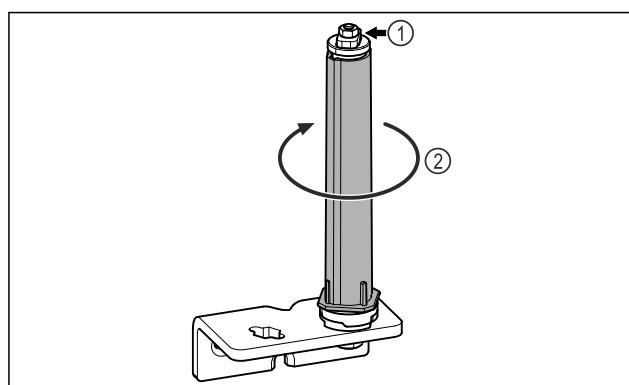

Fig. 22
- Non disassemblare il sistema di chiusura della porta Fig. 22 (1).
- Ruotare il sistema di chiusura Fig. 22 (2) finché non scatta.